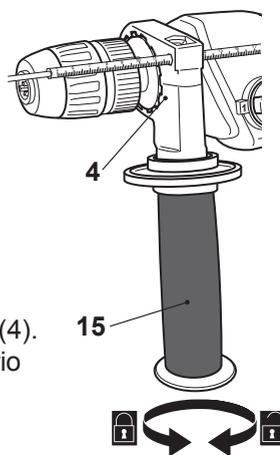

Fig.5
- > Gire el mango de sujeción (15a) en sentido antihorario para apretar la abrazadera (Fig. 5).